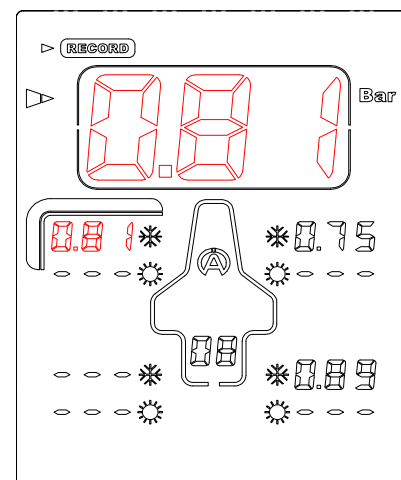

Figura 5
- 6) Pressione o botão central  para gravar a pressão medida e prepare o Tyrecontrol no ponto de captação seguinte (*Figura 5*).